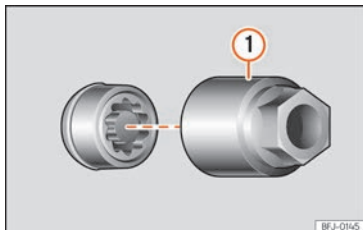

Abb. 251 Diebstahlhemmende Radschraube mit Abdeckkappe und Adapter
- Setzen Sie den Spezialadapter »» (Abb. 251) ① [Bordwerkzeug »» S. 338] bis zum Anschlag in die diebstahlhemmende Radschraube ein.